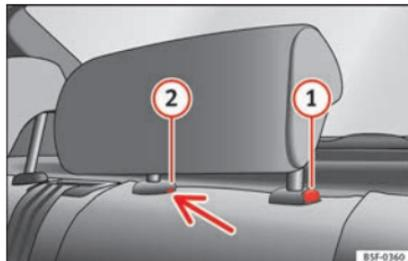

Fig. 106 Apoyacabezas trasero central: punto de desbloqueo.
- Para ajustar el apoyacabezas a una altura menor, pulse la tecla  » fig. 106 y desplácelo hacia abajo.
- Pulse la tecla  » fig. 106 y saque al mismo tiempo el apoyacabezas del respaldo » .
- Introduzca un destornillador en la posición  » fig. 106 del agujero y saque al mismo tiempo el apoyacabezas del respaldo » .